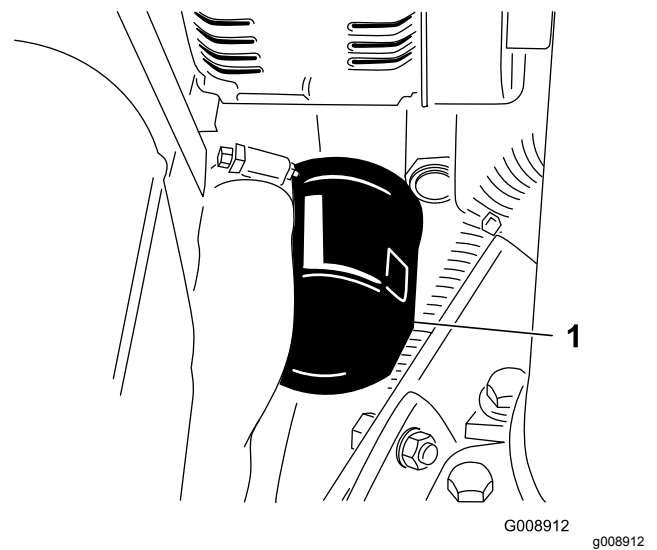

Figure 50
3. Déposez le filtre à huile (Figure 50).